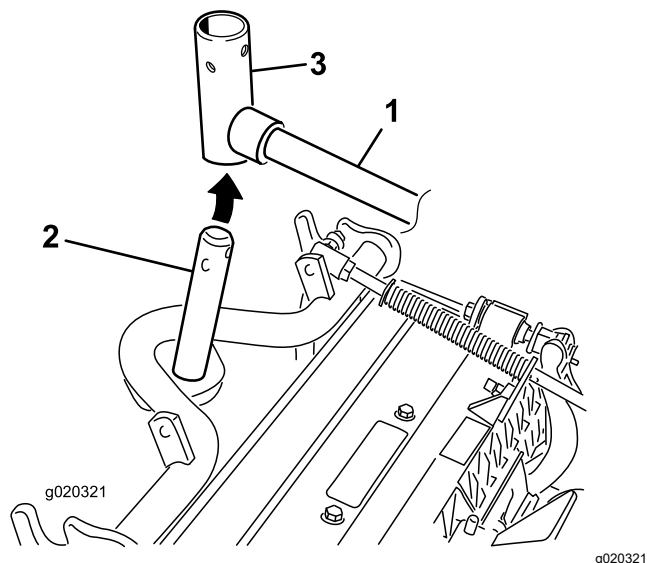

Figure 10
9. Pour les unités de coupe avant, poussez une unité de coupe sous le bras de levage tout en insérant l'arbre du bâti porteur dans la chape de pivot du bras de levage (Figure 10).
- B. Insérez la chape du bras de levage sur l'arbre du bâti porteur (Figure 10).